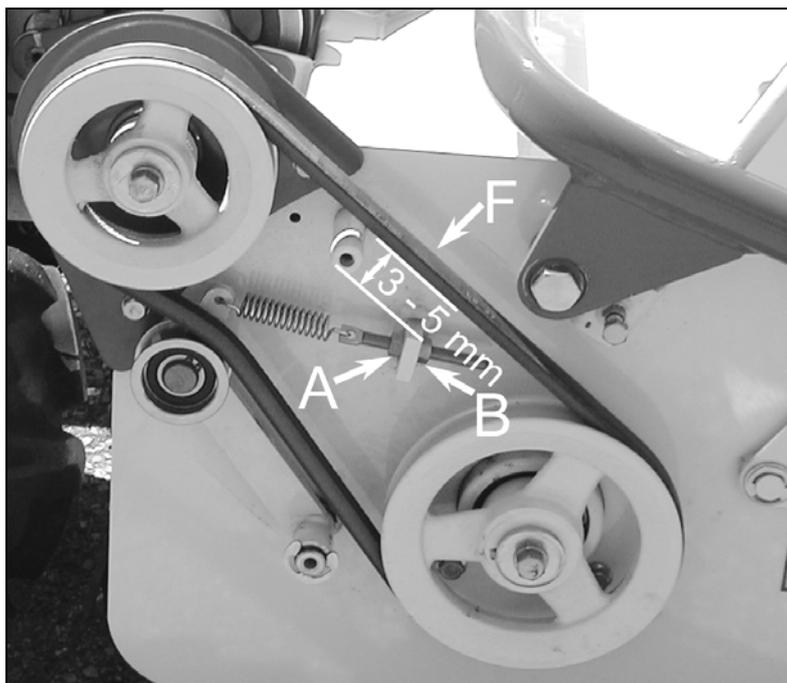
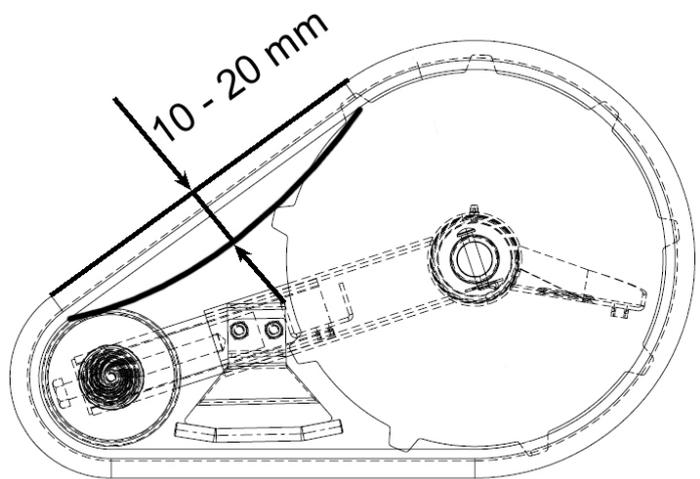

Figure 24
Figure 28
Quand vous appuyer sur cette courroie avec un doigt (figure 24, repère F) la flèche doit être comprise entre 3 et 5 mm (figure 24).
Si la courroie est trop tendue, dévissez le contre écrou A (figure 24). Dévissez l'écrou B (figure 24) jusqu'à obtenir la flèche correcte.
Si la courroie n'est pas assez tendue, dévissez le contre écrou A (figure 24). Vissez l'écrou B (figure 24) jusqu'à obtenir la flèche correcte.
3. Tournez l'écrou de tension (figure 24, repère B) pour régler le jeu entre la chenille et la roue de tension. Ce jeu doit être compris entre 10 et 20 mm lorsque l'on appuie modérément sur le brin supérieur de la chenille (figure 28). Si le jeu est trop faible, tournez la vis dans le sens des aiguilles d'une montre, dans le sens inverse des aiguilles d'une montre si le jeu est trop important.